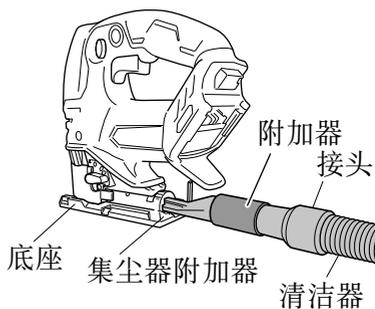

图 36
- (4) 通过附加器连接上集尘附加器。(图 36)
- (5) 连接附加器与清洁器的接头。(图 36)